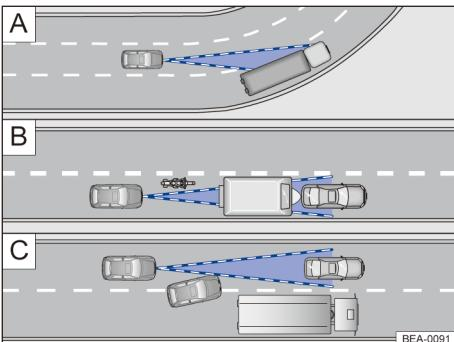

图 87 [A] 转弯行驶; [B] 车辆在雷达传感器的探测范围之外; [C] 正在变换车道的车辆
- 传感系统始终向前探测。因此，可能会意外检测到急转弯中的车辆或是检测不到前方车辆 → 图 87 A)。